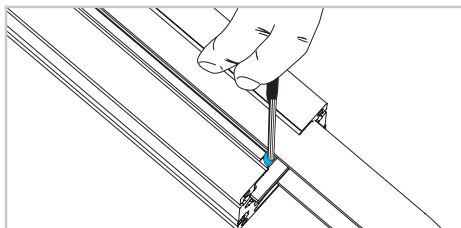

Fig. 12
- 12) Rimuovere il blocco di sicurezza (Fig. 12).